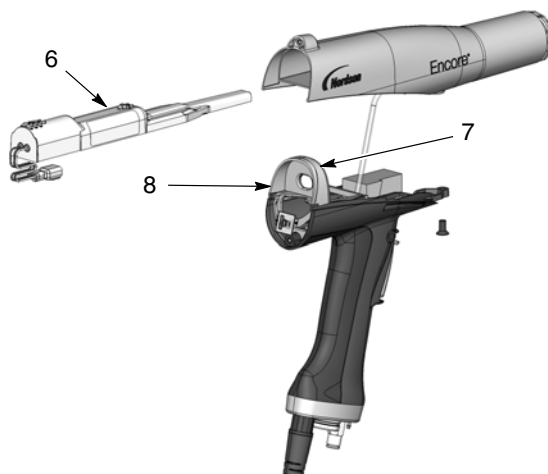

Figura 6-4 Remoção da fonte de alimentação do corpo da pistola
1. Consulte a figura 6-4. Deslize a fonte de alimentação (6) para fora do corpo da pistola.
2. Verifique a junta (7) na parte traseira da divisória (8). Substitua-a se ela estiver danificada. A junta está colada à divisória com cola sensível à pressão.